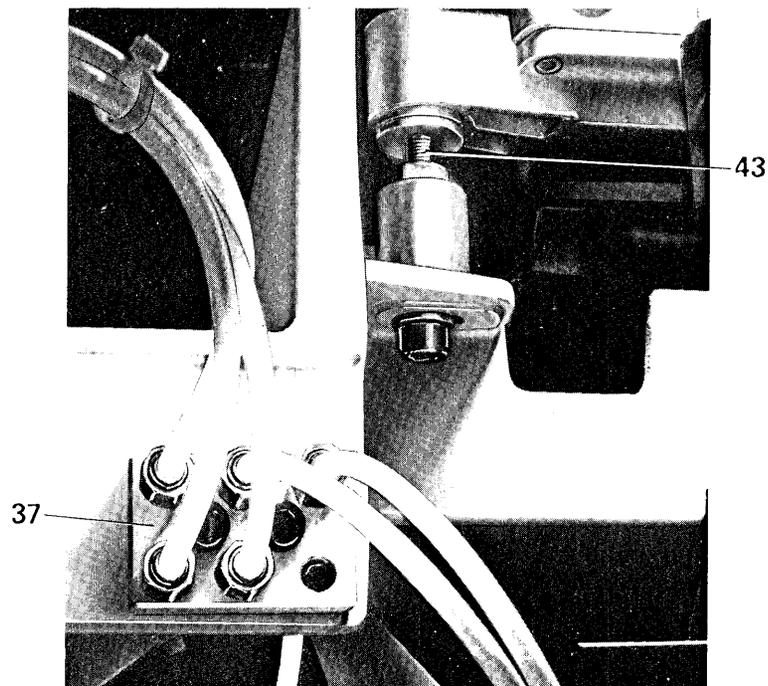
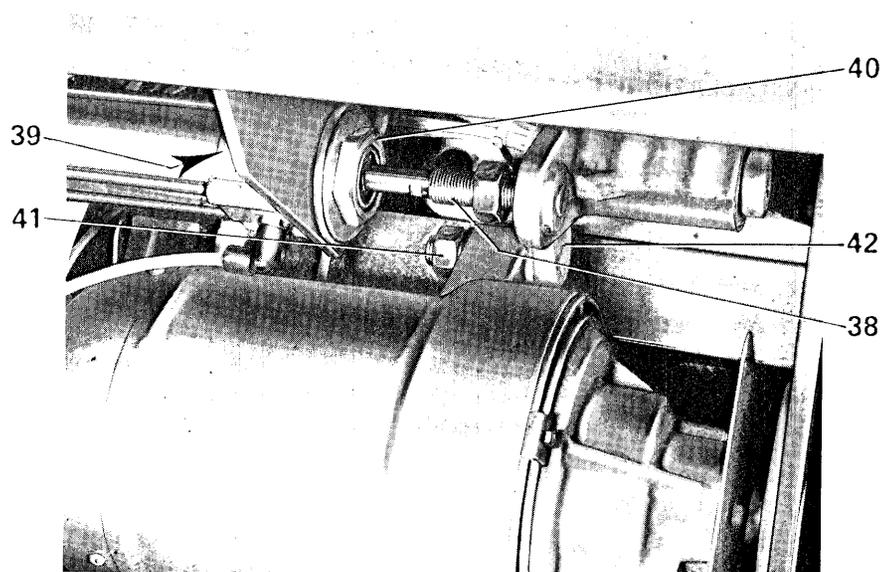

Fig. 20
Fig. 21
Qualora per ragioni di passaggi sia necessario ridurre l'ingombro è sempre possibile smontare il carrello porta testa. I collegamenti pneumatici al carro porta testa sono ottenuti mediante una spina pneumatica (37 fig.20).
4. Avvitare lo stelo del pistone di estrazione del carro porta testa cucitrice (38 fig.21) nell'apposito foro del sostegno motore. Il dado fa da battuta determinando l'esatta quota di fissaggio. Verificare che il carro scorra liberamente per tutta la sua corsa.
N.B.: A fine corsa il carro risulterà frenato per effetto degli ammortizzatori di fine corsa pneumatici incorporati nel cilindro, regolabili tramite le viti (39 fig.21 e 24 fig.14)
Molta cura va posta in questo montaggio, verificando che il carro scorra perfettamente senza fare flettere lo stelo del pistone. Qualora si verificasse questo difetto, occorre allentare il dado di bloccaggio (40 fig.21) del cilindro, centrare lo stesso e bloccarlo definitivamente.
7. Montare la cinghia di trasmissione verificandone la tensione. Se necessario, allentare il dado di bloccaggio (41 fig.21) e ruotare il motore in modo da tensionare giustamente la cinghia.
Qualora fosse necessario una maggiore regolazione, allentare il sostegno a ginocchio (42 fig. 21) e ruotarlo quanto basta.
Verificare che la placca ago non abbia punti di contatto con il piano di lavoro che potrebbe causare fastidiosi rumori durante il funzionamento. Qualora fosse necessario, variare la posizione della testa cucitrice agendo sullo stelo filettato (38 fig.21) del carro porta testa cucitrice e sui perni porta ammortizzatori della testa 43 fig.20.
Verificare che la placca ago sia perfettamente a livello con il piano di lavoro. Se necessario, agire sui perni (43 fig.20) per variare la posizione in altezza della testa cucitrice.